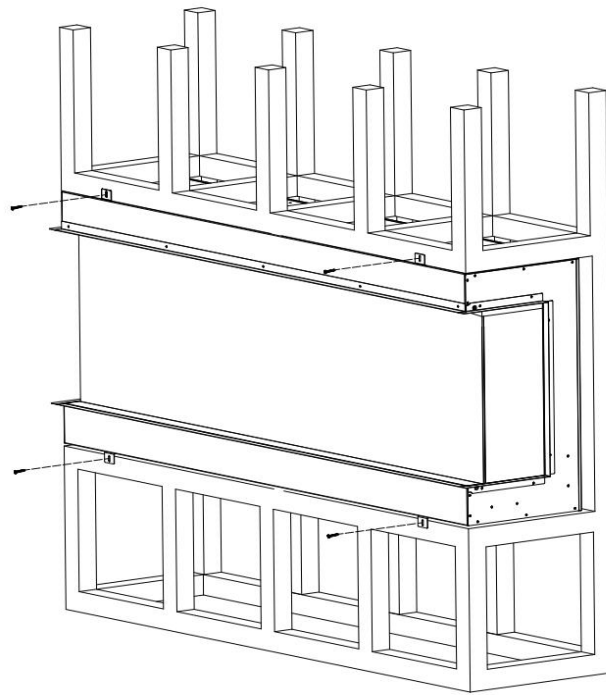

Fig.3-3
6. Setzen Sie den Kamin in die Wandöffnung ein. Drehen Sie die Befestigungsschrauben in die Halterungen und die Wandstützen ein. Stecken Sie den Stecker ein und prüfen Sie, ob die Feuerstelle richtig funktioniert. Abb.3-3